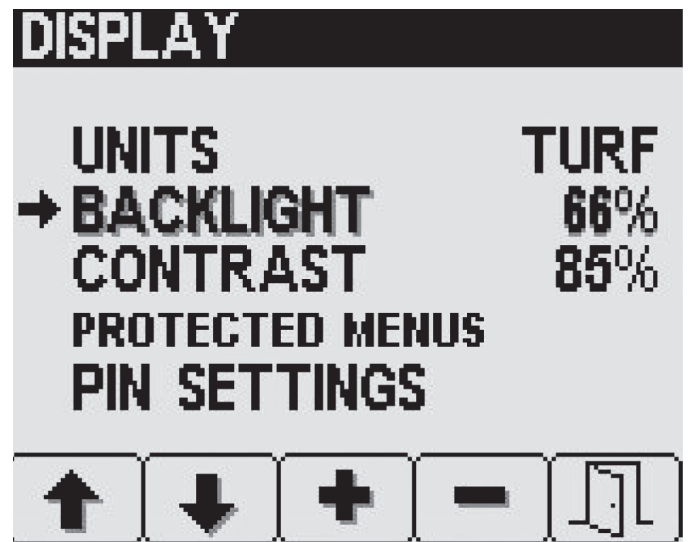

図 21
1. 表示Display画面からボタン2を何度か押して Backlight または Contrast を選択する 図 21。
2. ボタン3と4を使って希望する値にセットする 図 21。